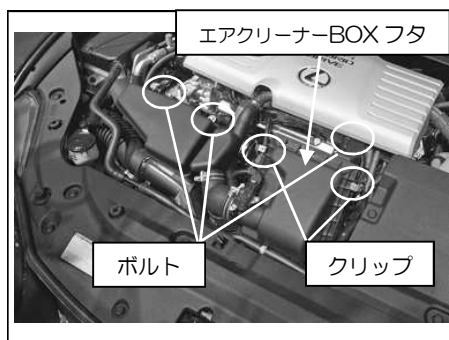

図 1
- ①ボルト、ホースバンド、クリップを外し、クリーナーBOX フタ部分及び、純正フィルターを取り外します。同時にエアフロカプラーも取り外します。(図1参照)